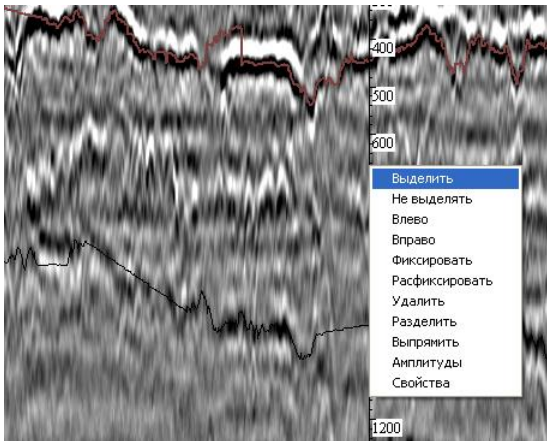

Рис. 5.7 - Контекстное меню в файле со слоями
После того как слой прочерчен может потребоваться продление его до конца профиля влево или вправо. Для этого существуют соответствующие команды контекстного меню – «Влево» и «Вправо» (Рис. 5.7).
Для того, чтобы выделить слой целиком необходимо под его верхней границей щелкнуть левой кнопкой мыши. Слой будет выделен, если инструмент ручного рисования (маркер) отключен (раздел 5.4.2). Кроме того, выделить слой можно выбрав, пункт «Выделить» в контекстном меню, которое вызывается нажатием правой кнопки мыши под верхней границей слоя (Рис. 5.7).
- Удаление выделенного участка или выделенного слоя целиком – пункт «*Удалить*» в контекстном меню (Рис. 5.7).